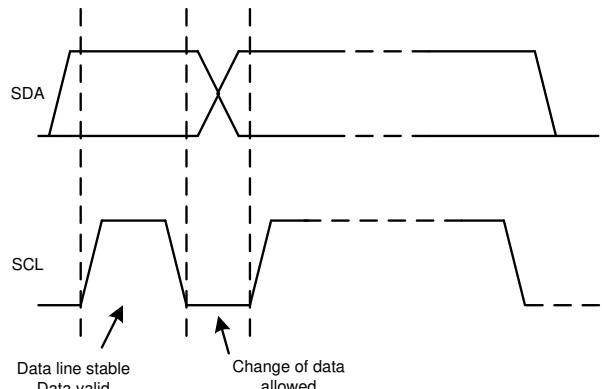

図 6-25. I²C バスでのビット転送
2. 次に、コントローラは SCL パルスを生成し、7 ビットのアドレスと読み取り/書き込み方向ビット (R/W) を SDA ライン上で送信します。すべての送信中、コントローラはデータが有効であることを確認します。有効なデータ条件では、図 6-25 に示されているように、ロック パルスのハイ期間全体にわたって SDA ラインが安定している必要があります。すべてのデバイスは、コントローラによって送信されたアドレスを認識して、そのアドレスをそれぞれの内部固定アドレスと比較します。一致するアドレスを持つターゲット デバイスのみが、図 6-23 に示すように、9 番目の SCL サイクルのハイ期間全体にわたって SDA ラインをローに引き下げて確認応答を生成します。コントローラがこのアクノリッジを検出すると、ターゲットとの通信リンクが確立されます。